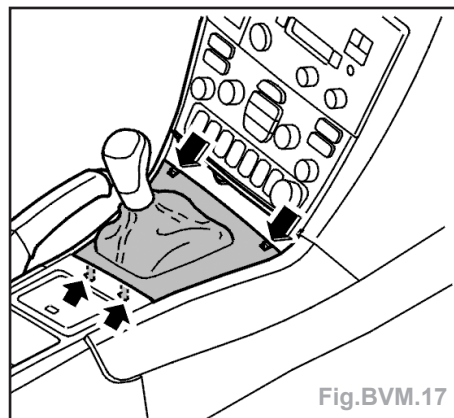

Fig.BVM.17
- Enfoncer les loquets du panneau de soufflet de levier de vitesse (Fig.BVM.17). Incliner le panneau vers le haut au bord avant.